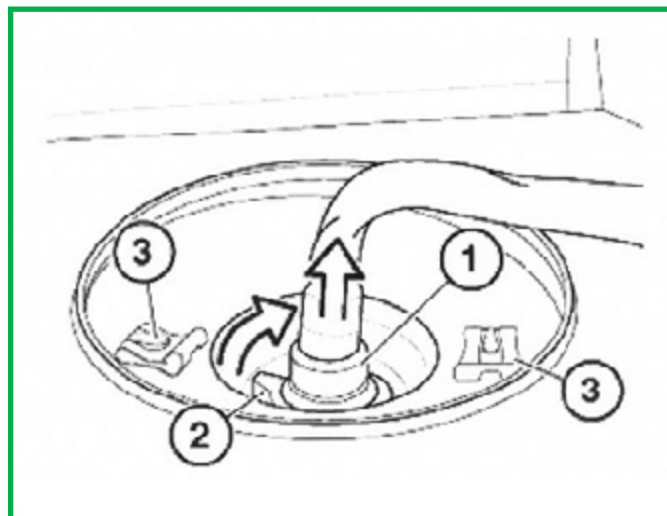

FIGURA 4
6. Scollegare la parte superiore del soffietto premendo l'attacco rapido (1) verso il basso, comprimendo l'anello di fissaggio (2) e staccando il tubo dell'aria. Rimuovere le clip di fissaggio (3). (Figura 4)